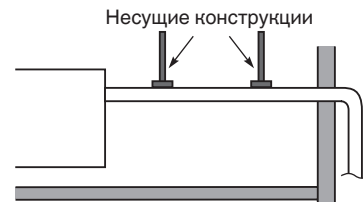

Рис. 3-13
- Не прилагайте силу к трубопроводу со стороны блока во время подсоединения дренажной трубы. Труба не должна свисать без опоры от места ее соединения с блоком. Прикрепите трубу к стене, каркасу или другой опоре как можно ближе к блоку. (Рис. 3-13)